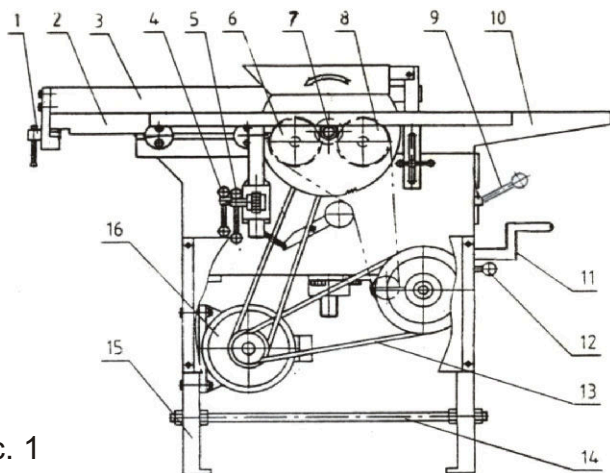
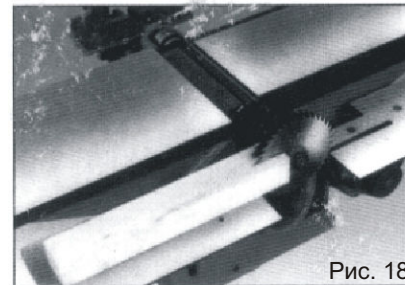

Рис. 1
Рис. 18
Общий вид станка представлен на рис. 1,2
- Отвинтите два винта и снимите металлическую вставку расположенную на столе для пиления (21);
- установите на шпиндель (7) (см. рис.1) станка два пильных диска не более 100 мм. (см. рис. 18,19);
- вращением ручки 5 (см. рис.1) отрегулируйте высоту стола (21), предварительно ослабив ручку (4);